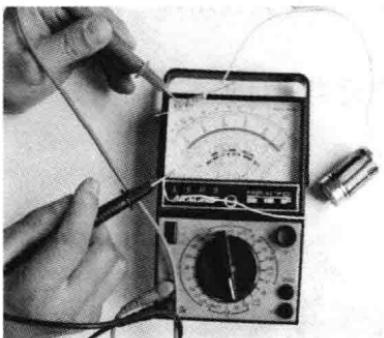

图 3-28 测量电流
(4) 将万用表串联在被测电路中，注意电流的方向、正确接法，电流从+到-的方向即电流从红表笔流入，从黑表笔流出，如图3-28所示。